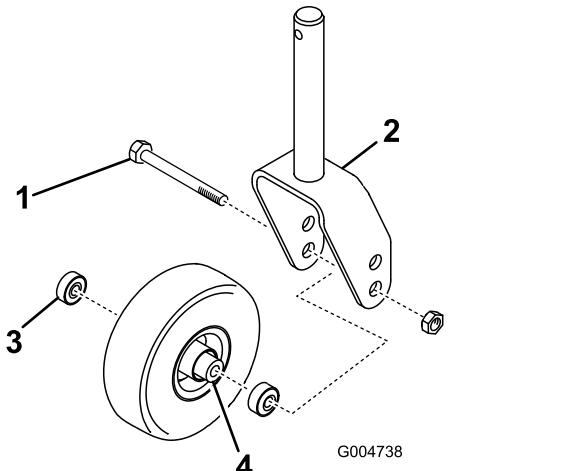
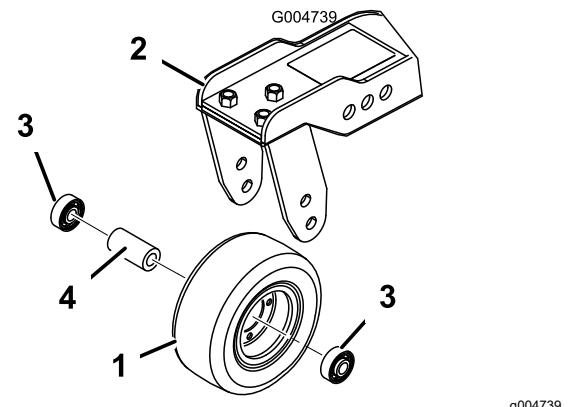

Figura 86
Figura 87
- Retire la contratuerca del perno que sujetla el conjunto de la rueda giratoria entre la horquilla (Figura 86) o al brazo de pivote (Figura 87).
- Retire el cojinete de la rueda y deje que se caiga el suplemento del cojinete (Figura 86 y Figura 87).